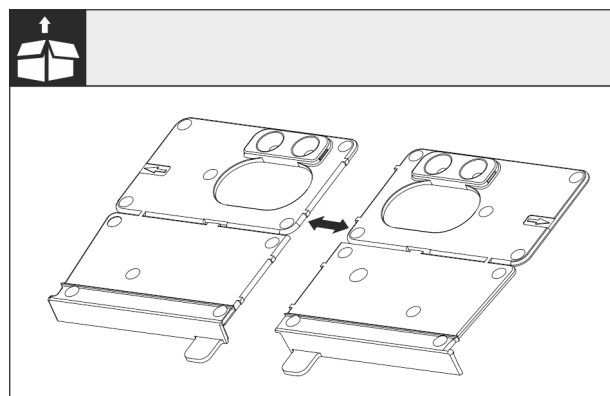

Fig. 24
► Separe la base de la escuadra de montaje Fig. 24 () en la perforación.